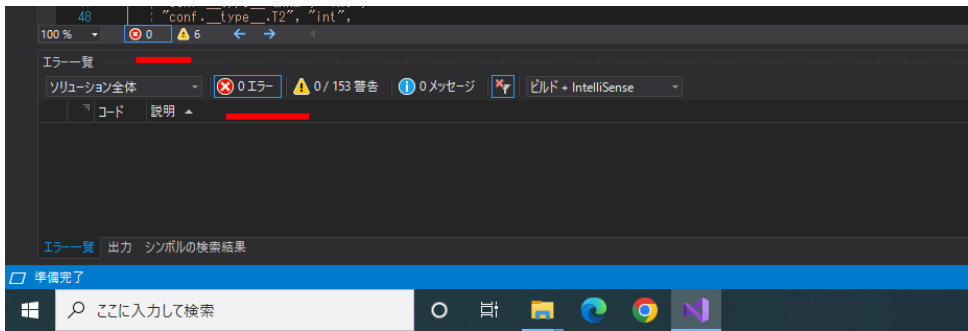
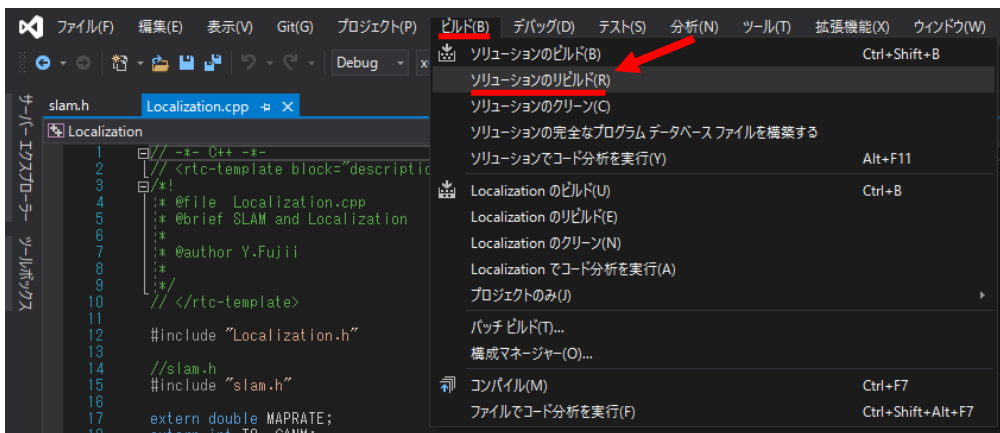

図 19 画面下部のエラー一覧にエラーが表示されていない状態
図 20 [メニューバー]の[ビルド]の中にある[ソリューションのリビルド]
- ② 図 19 のように Visual Studio の画面下部のエラー一覧にエラーが表示されていないことを確認し, 図 20 のように [メニューバー]の[ビルド]の中にある[ソリューションのリビルド]をクリックする.